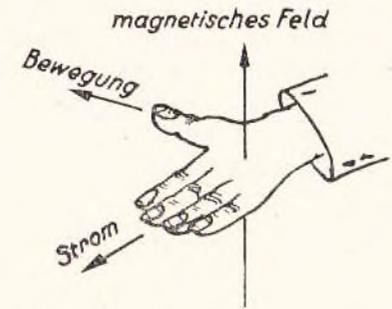

Bild 43. Linke Handregel.
5. Zur Bestimmung der Bewegungsrichtung eines stromdurchflossenen Leiters im ruhenden Magnetfeld (Umwandlung elektrischer Energie in mechanische) läßt man die magnetischen Kraftlinien in die Innenfläche der linken Hand eintreten und bringt die Finger in die Richtung des im Leiter fließenden Stromes, so weist der gespreizte Daumen in die Richtung der entstehenden mechanischen Bewegung des Leiters (Bild 43).